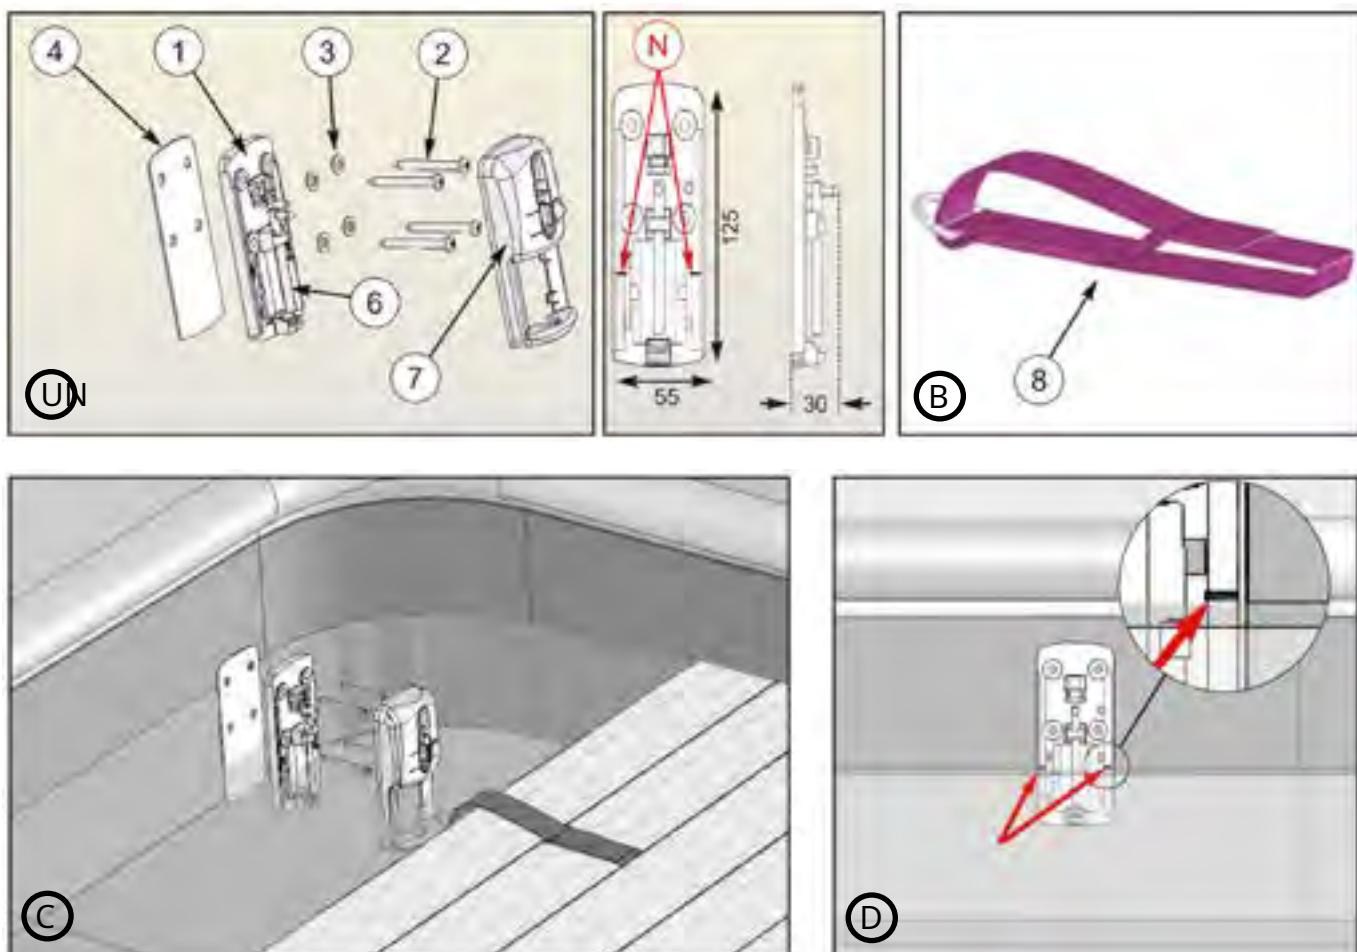

Figura 47 - Montaggio degli elementi di fissaggio del coperchio
L'installazione dei dispositivi di fissaggio di sicurezza è illustrata in *Figura 47*.
Le cinghie di sicurezza (8) sono preinstallate sulle prime due stecche del tapparella di copertura. Utilizzare le staffe di montaggio (1) come dima di foratura e preforare la parete nei punti in cui verranno montati i dispositivi di fissaggio di sicurezza del coperchio, ovvero la parete opposta all'asse, esattamente di fronte alle cinghie di sicurezza. Posizionare le staffe di montaggio in modo che i segni N siano al livello dell'acqua (*figura 47*). Fissare le staffe di montaggio (1) alla parete utilizzando viti a testa tonda Phillips 5.5 × 50 (2) dotate di rondelle di diametro 6 mm (3), dopo aver inserito la guarnizione (4) tra la staffa di montaggio (1) e il liner. Agganciare la cornice decorativa (7) alla staffa di montaggio (1) premendo con forza e accertandosi che la barra in acciaio inox (6) sia abbassata. Assicurati che il rivestimento sia fissato completamente.